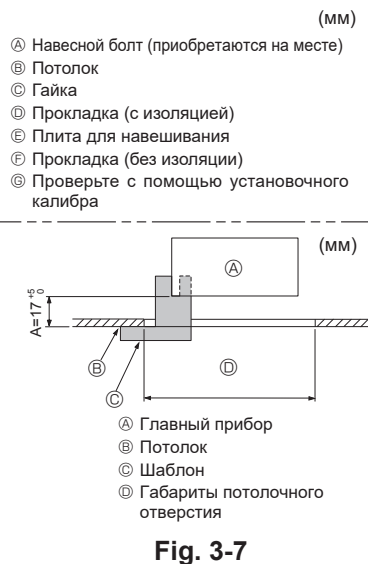

Fig. 3-7
- Убедитесь в том, что операция А выполняется в пределах 17-22 мм. Несоблюдение данного предела может в результате привести к повреждениям. (Fig. 3-7)